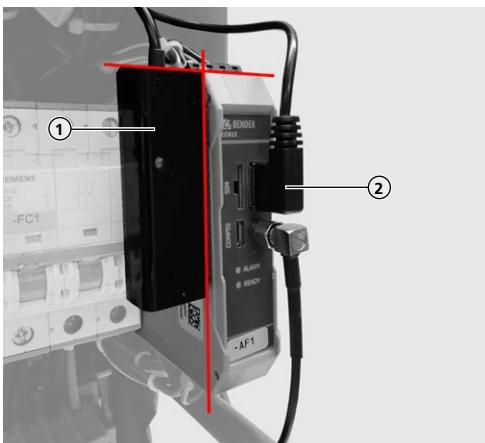

Bild 4: Tejpa fast USB-Ethernet-adapttern slätt på ECU:n
- ▶ Tejpa fast USB-Ethernet-adapttern (1) på **slätt** på ECU-enheten (se Bild 4).
- ▶ Sätt i USB-kontakten (2) till USB-Ethernet-adapttern i ECU:n.